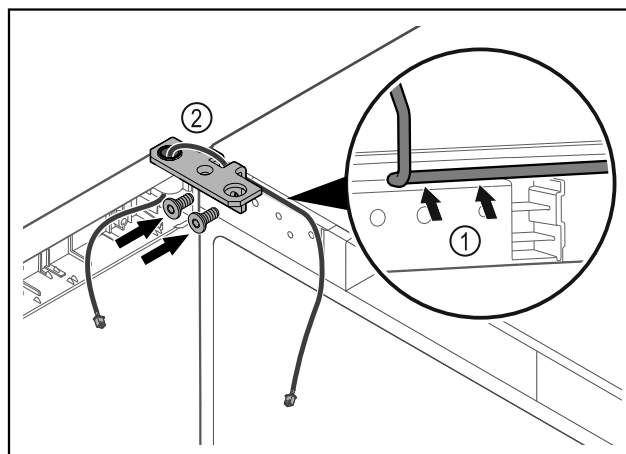

Fig. 37
- ▶ Dirijați cablul prin degajarea colțarului balamalei și dispuneți-l cu precauție Fig. 37 (1).
- ▶ Înșurubați Fig. 37 (2) colțarul balamalei.